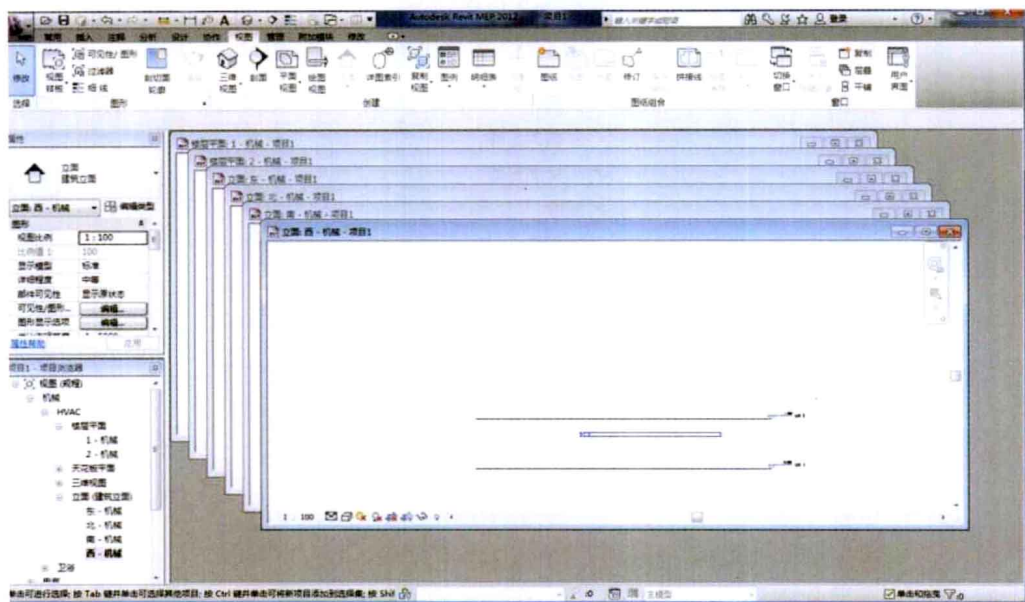

图 1-13
- **层叠：**单击此按钮使当前打开的所有窗口层叠地出现在绘图区域，如图 1-13 所示。